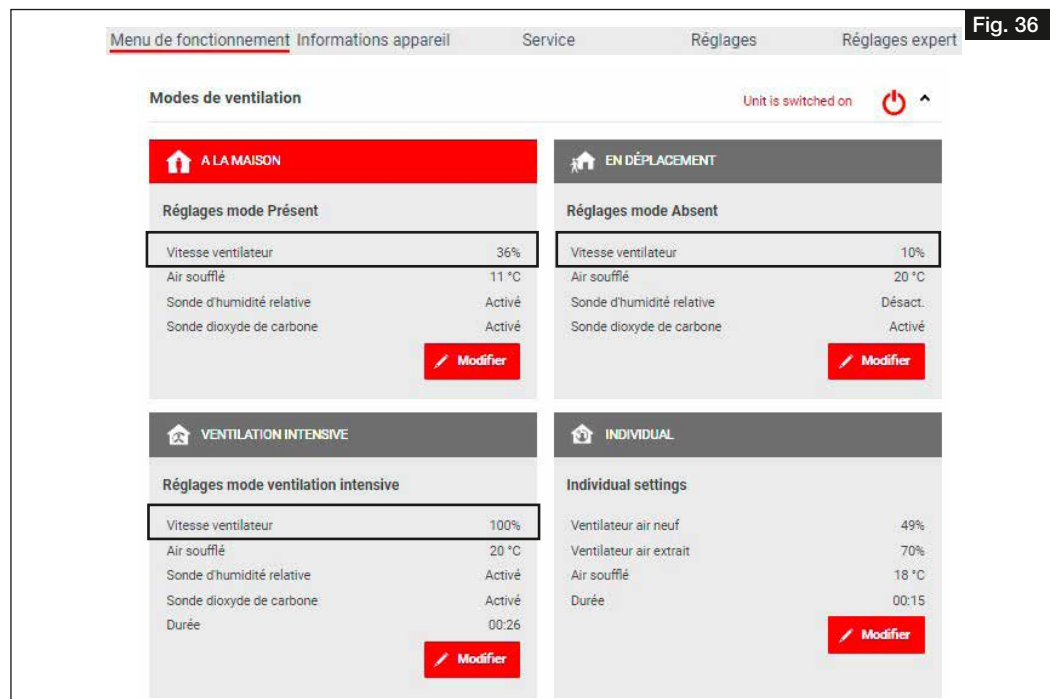

Fig. 36
2. À l'intersection des débits volumiques avec la courbe caractéristique du système, les performances du ventilateur à régler (en%) du profil de ventilation peuvent être lues approximativement. Il convient de les saisir dans le profil de ventilation correspondant à l'aide du logiciel easyControls ou de la commande KWL-BE Touch (voir Fig. 36).